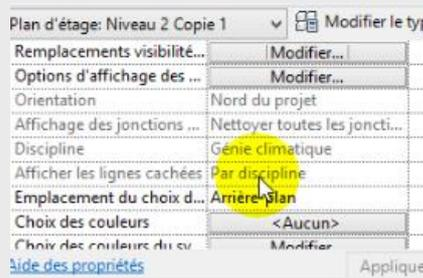

Fig.1
- dans le cas où la rubrique « **Discipline** » ne peut pas être modifiée (Fig.1->fonction grisée) vous devez rechercher plus bas la rubrique « **Gabarit de vue** » dans « **Données d'identification** » (Fig.2).